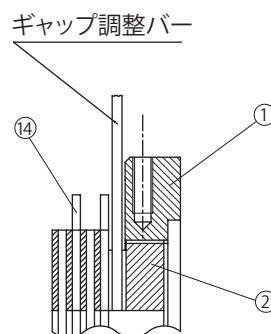

図 8-40
フィールド④側から見て左に回すとギャップが狭くなります。(図 8-40 参照)
- (4) アウターディスク⑭とセンターリング①の間には、取付ボルト③と固定ボルト⑪が交互に6本ずつ通っているため、ギャップ調整バーを回していくとそれらのボルトに当たります。ギャップ調整ネジ②には8等配の溝があり、ギャップ調整バーがボルトに当たるごとに(3)を繰り返して、ギャップ G を規定値に調整します。
- (5) ストッパー⑯を、規定ギャップに最も近い溝とネジ穴の点を選び取り付けてください。
- (6) ブレーキの手動解放を元の状態に復帰させた後、電源を入・切してブレーキ動作を確認してください。
- (7) ブレーキカバー㉒、Vリング㉓、ファン⑦、ファンセットボルト⑩、カバー⑧、屋外カバー㉑を取り付けます。この時ファンセットボルト⑩には、スリーボンド TB2365 を塗布してください。